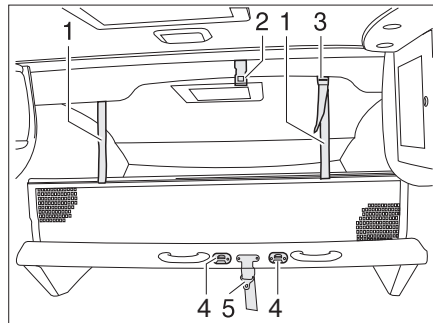

Fig. 99 Cama elevada manual
- Asegurar la cama elevada con el cinturón de retención (Fig. 99,5) al techo (Fig. 99,2).
- Enganchar la escalera de ascenso a las grapas (Fig. 99,4) de la cama elevada con los dos ganchos.
- Engatillar las cintas de sujeción (Fig. 99,1) en los soportes en el techo (Fig. 99,2).